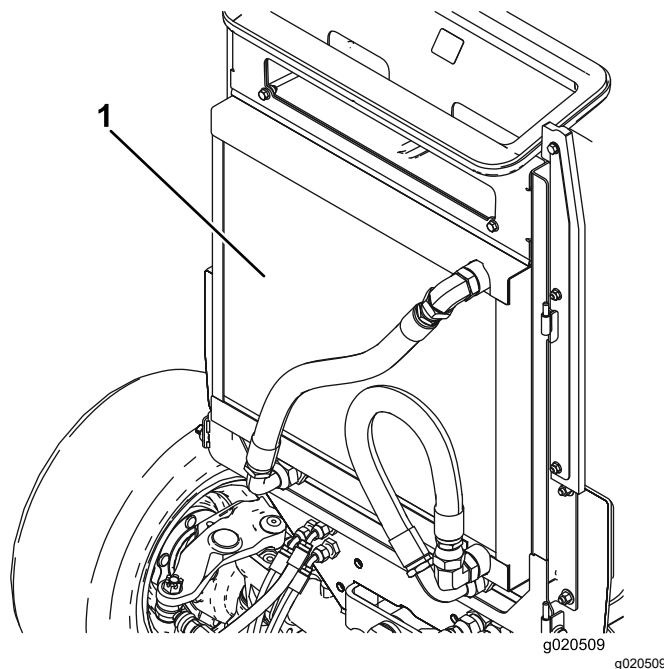

Figure 75
3. Nettoyez soigneusement les deux côtés du radiateur/refroidisseur d'huile (Figure 75) à l'air comprimé. Commencez par l'avant et soufflez les débris vers l'arrière. Nettoyez ensuite en soufflant de l'arrière vers l'avant. Répétez la procédure plusieurs fois jusqu'à ce qu'il ne reste plus aucun débris